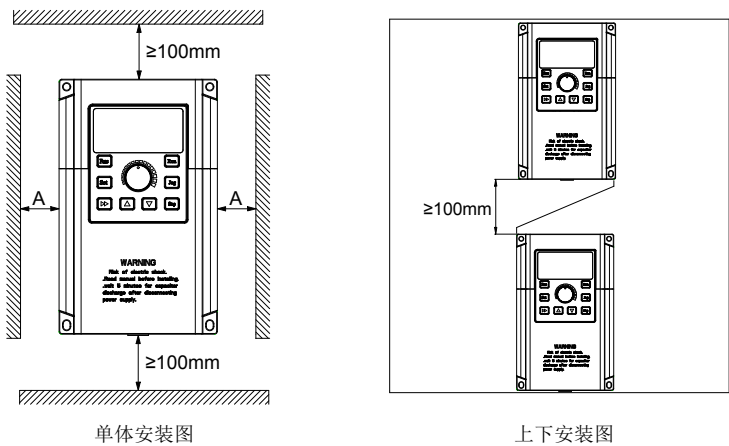

图 3-1 CDE300 变频器安装示意图
- 1) 请垂直安装变频器，便于热量向上散发，但不能倒置。若柜内有较多变频器，最好是并排安装。在需要上下安装的场合，请参考图 3-1 的示意，安装隔热导流板。
- 2) 安装空间遵照图 3-1 所示，保证变频器的散热空间。但布置时请考虑柜内其它器件的散热情况。